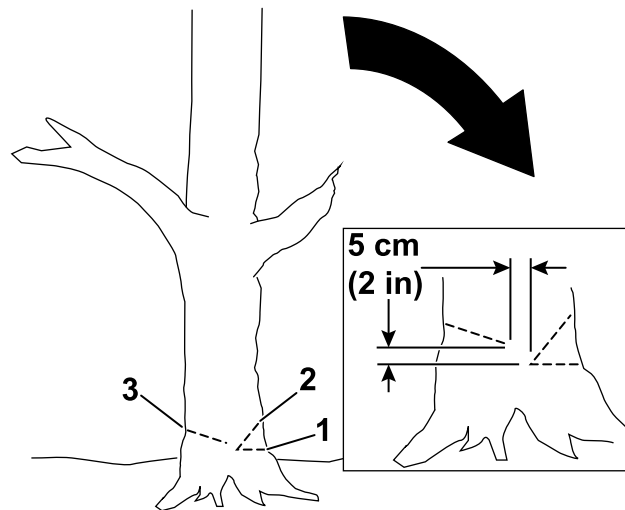

Figura 15
4. Haga el primer corte de un tercio del diámetro del árbol en el lado hacia donde desea que caiga el árbol (Figura 15).
5. Haga un segundo corte para formar una cuña, empezando el corte al menos 5 cm (2") por encima del primer corte (Figura 15).
6. Haga el corte de caída desde el lado opuesto a la cuña y unos 5 cm (2") por encima de la parte inferior de la cuña, como se muestra en la Figura 15.
Importante: Importante: detenga el tercer corte a 2.5 a 5 cm (1" a 2") de la cuña para formar una bisagra entre los cortes (Figura 15), que evitará que el árbol caiga en la dirección incorrecta o que gire al caer.
Nota: A medida que el corte de caída se acerque a la bisagra (Figura 15), el árbol debe empezar a caer.